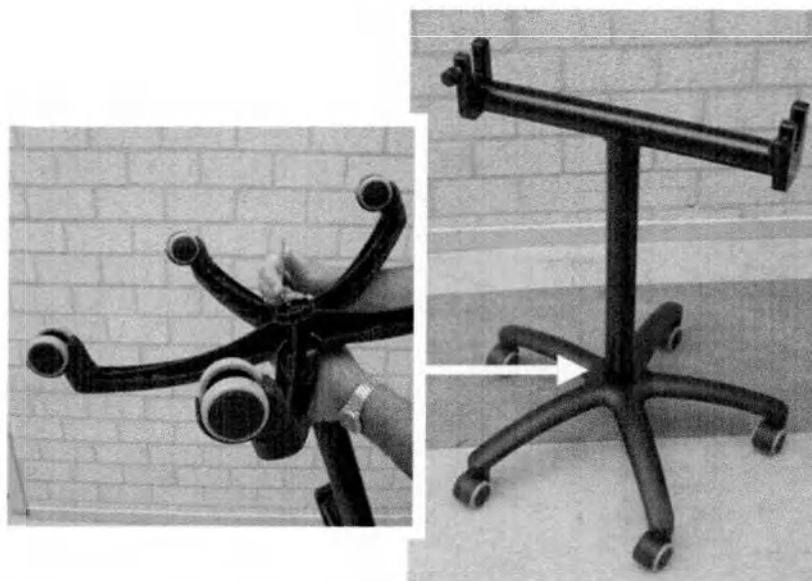

Рис. 3.2. Сбор передвижной опоры
- 1 С помощью винта с внутренним шестигранником (4 мм) соедините две части подвижной опоры (рис. 3-2).